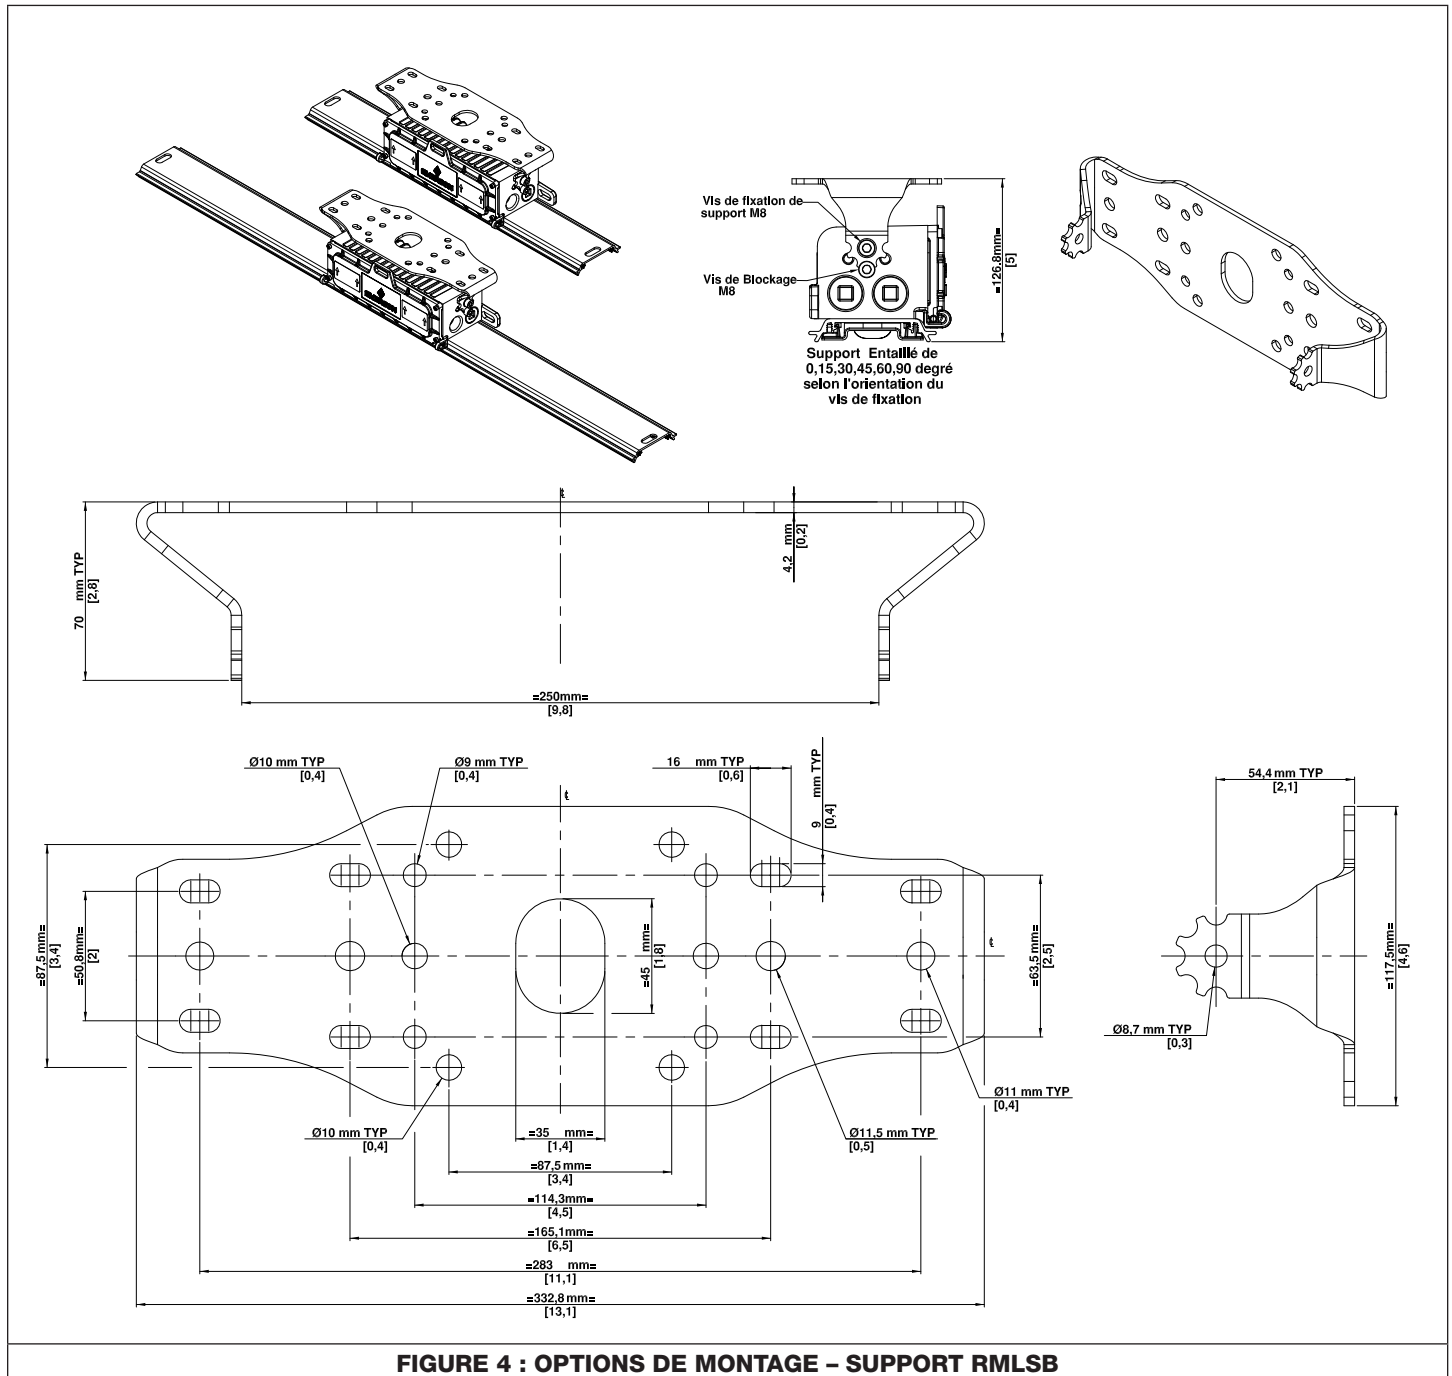

FIGURE 4 : OPTIONS DE MONTAGE - SUPPORT RMLSB
2. Déterminer la distance de montage appropriée entre les trous des supports pour votre application. Voir la Figure 4.
4. Soulevez le luminaire sur le support monté RMLSB et fixez-le à l'aide de la rondelle M8 et de la vis de montage du support M8 fournies avec le support des deux côtés. Reportez-vous à la Figure 4 pour connaître l'emplacement des trous.
5. Alignez le luminaire avec la main libre sur la position de visée souhaitée et utilisez la vis de verrouillage M8 fournie avec le support pour la maintenir dans cette position. Voir la Figure 4.